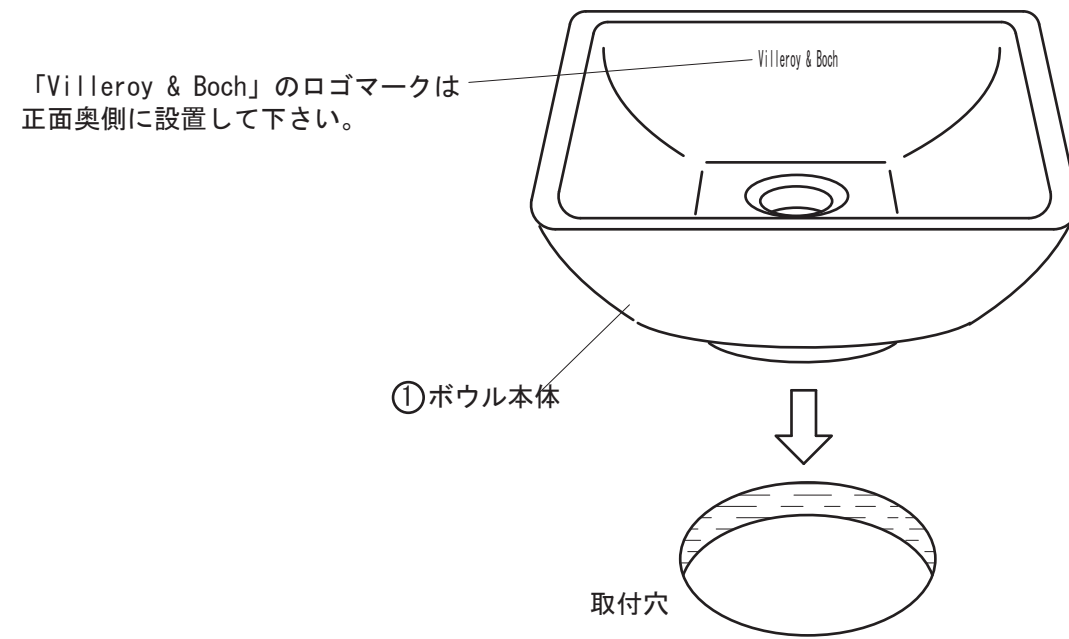

図2
- 2) ①ボウル本体を開口したカウンターの取付穴中央へ設置します。(図2参照)